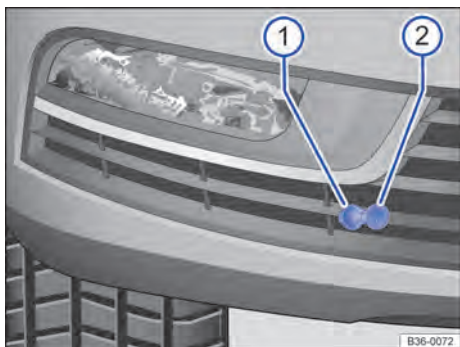

Fig. 142 No para-choque dianteiro direito: tomada de conexão ② para o pré-aquecimento do motor.
- Abrir a capa de cobertura ⇒ Fig. 142 ①.
- Conectar o cabo de conexão na tomada ②.
- Antes de ligar o motor, desconectar sempre o cabo de conexão e fechar a capa de cobertura ①.